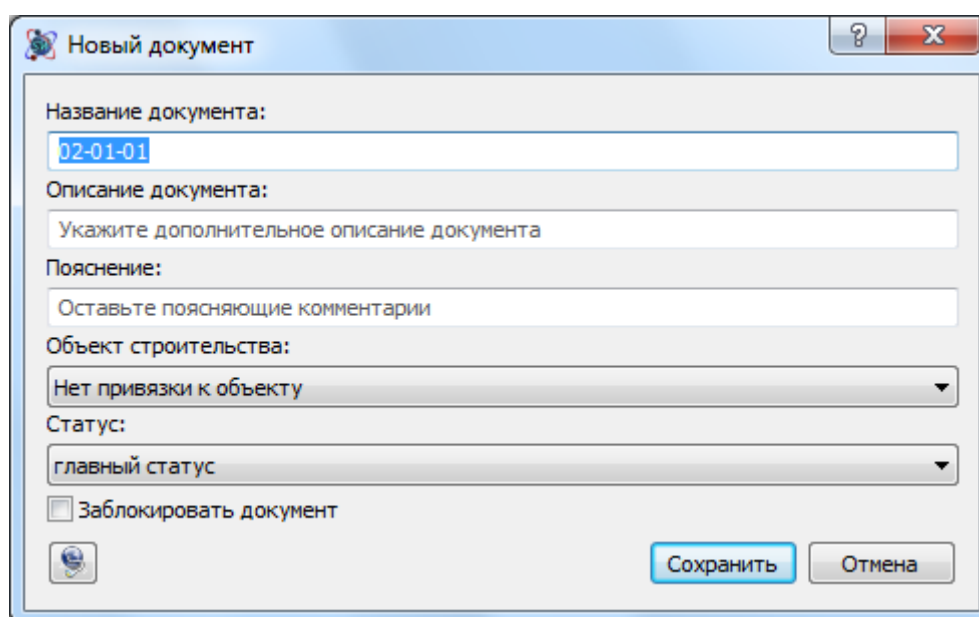

Рис. 6.25 Диалоговое окно сохранения нового документа
2. В открывшемся диалоговом окне сохранения нового документа (рис. 6.25) задать требуемые параметры и нажать на кнопку Сохранить.